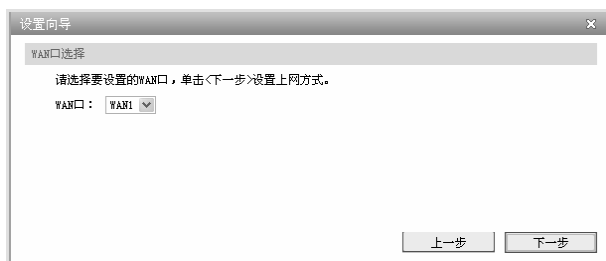

图 5-6 WAN 口选择
6. 请选择要设置的WAN口，如图 5-6所示，单击“下一步”，进入上网方式选择界面。